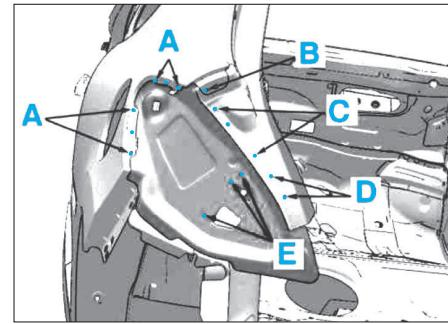

FIG. 56
- Dépointer aux endroits indiqués en A à E (Fig.56).
- Poser et souder la pièce neuve aux endroits indiqués A à M (Fig.56).